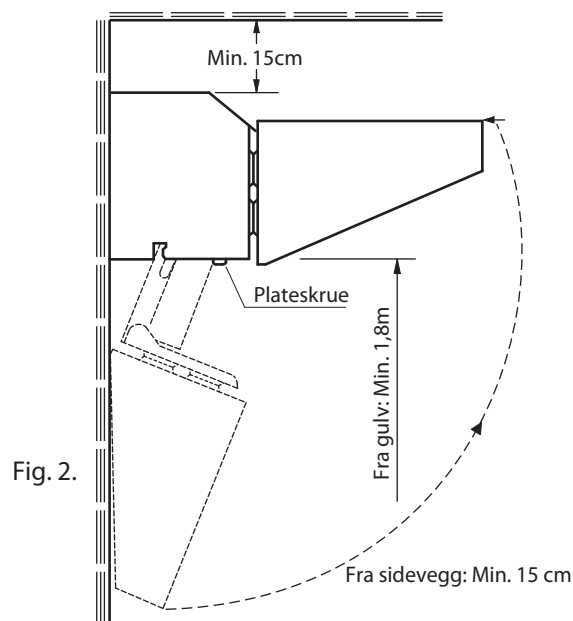

Fig. 2.
4. Ovnen svinges opp i stilling, skyves inn mot veggen og sikres med vedlagte 2 stk plateskrue (fig.2). Påse at ledninger ikke kommer i klem når ovnen svinger opp/skyves inn.